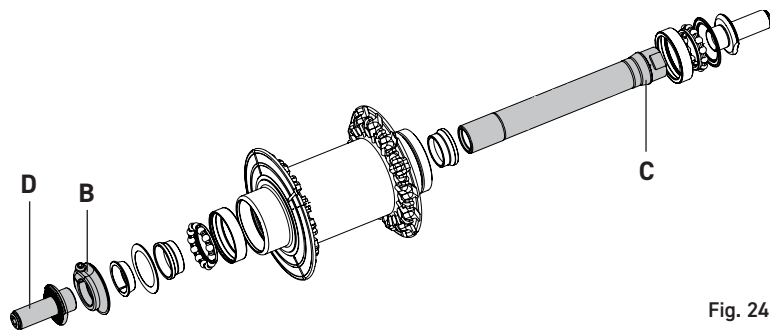

Fig. 24
- Bloccate il perno con una chiave fissa da 14 mm da inserire in posizione C (Fig. 24) e, sul lato sinistro ove presente la ghiera B (Fig. 24) di registrazione del mozzo, rimuovere l'adattatore D (Fig. 24) con una chiave da 19 mm.
- Bloccate il perno con una chiave fissa da 14 mm da inserire in posizione C (Fig. 24) ed avvite l'adattatore D (Fig. 24) con una chiave da 19mm serrando ad una coppia di **12 Nm**.